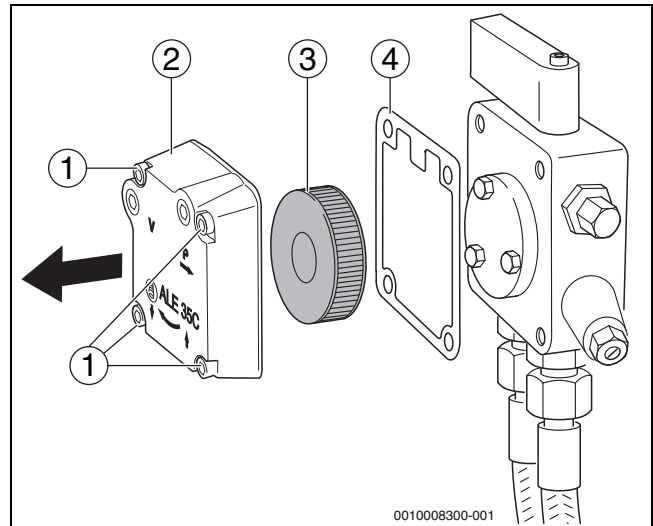

Bild 29 Ölpumpenfilter prüfen – Ölpumpe Suntec
- ▶ Die vier Innensechskantschrauben (→Bild 29, [1]) lösen.
- ▶ Gehäusedeckel (→Bild 29, [2]) abnehmen.
- ▶ Ölpumpenfilter (→Bild 29, [3]) herausnehmen.
- ▶ Dichtung (→Bild 29, [4]) auf Beschädigung prüfen und gegebenenfalls austauschen.
- ▶ Ölpumpenfilter (→Bild 29, [3]) mit Waschbenzin reinigen, gegebenenfalls austauschen und wieder in die Ölpumpe einbauen.